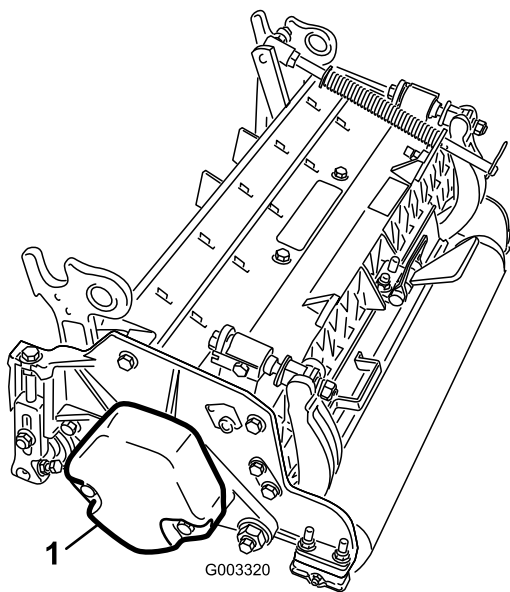

Рисунок 3
4. Убедитесь в том, что противовес (Рисунок 3) установлен с соответствующего конца режущего блока, как описано в *Руководстве по эксплуатации* режущего блока.